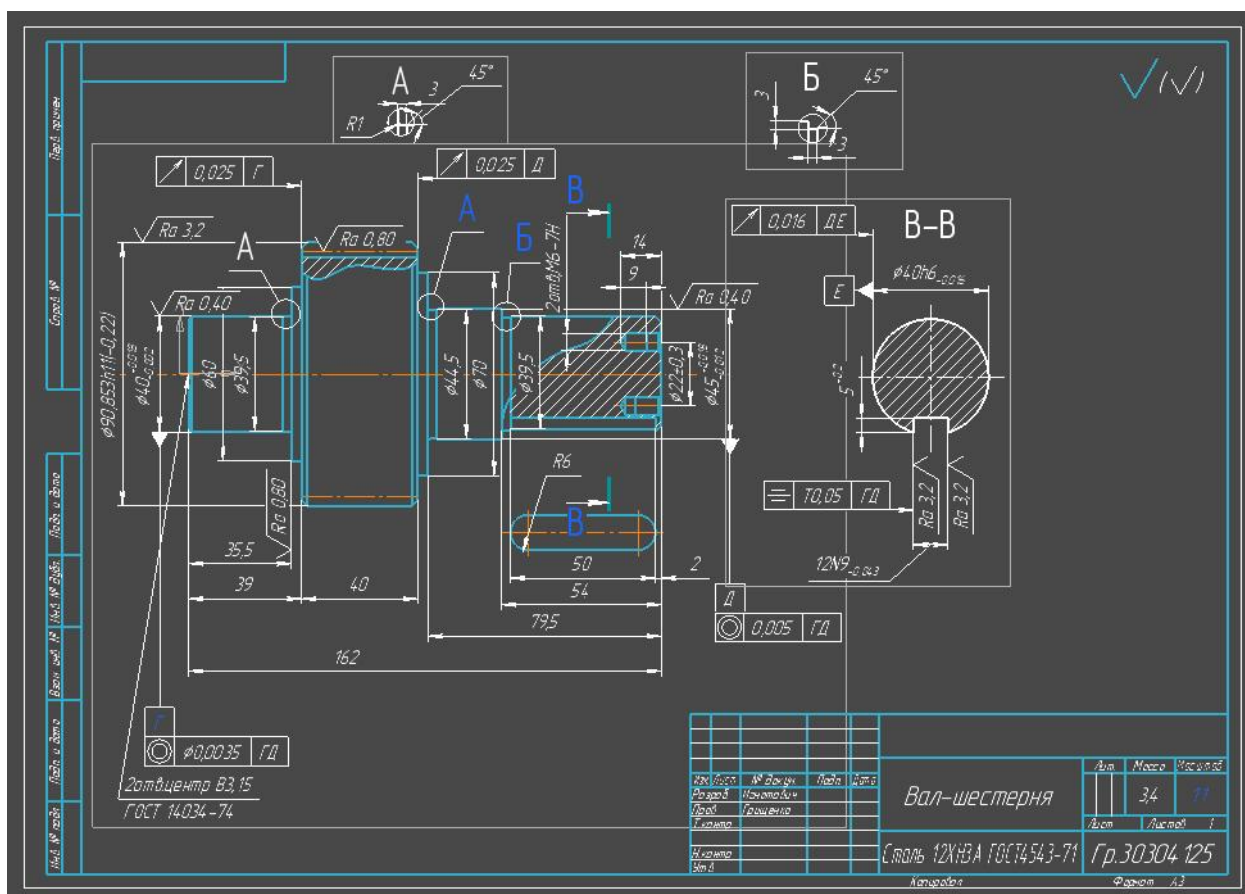

Рис. 23
- Нажмите кнопку **Авторазмер** на панели **Размеры** (См. рис. 23).